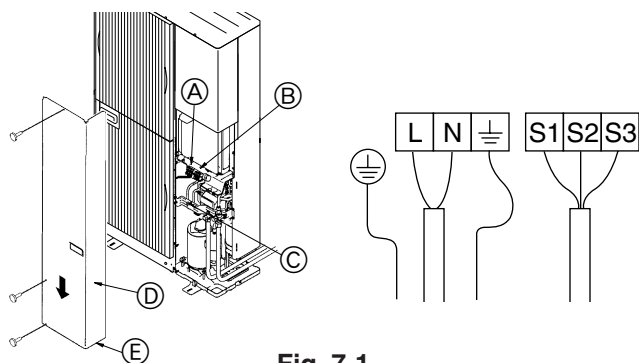

Fig. 7-1
7.1. Udendørs enhed (Fig. 7-1)
- ① Afmonter servicepanelet.
- ② Tilslut kablerne ved hjælp af Fig. 7-1.